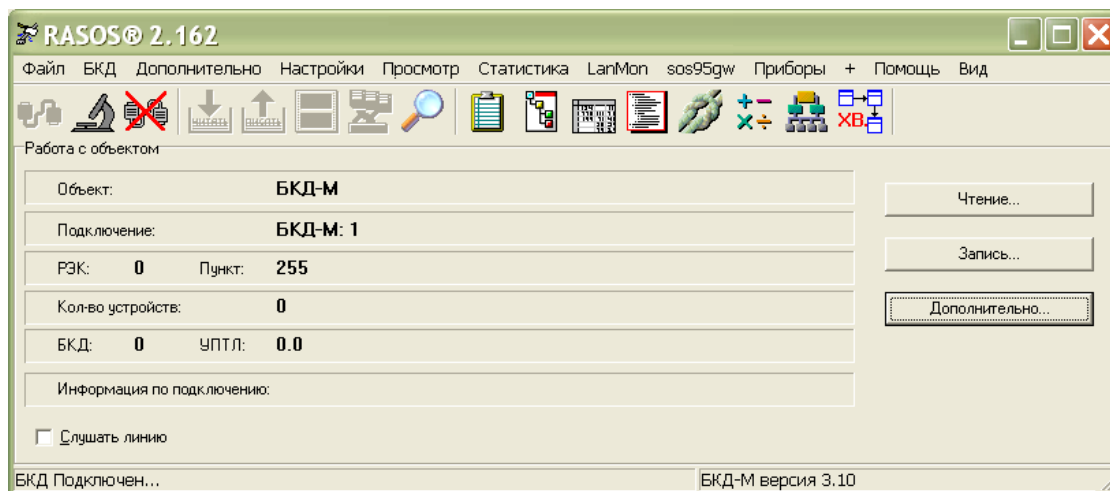

Рисунок 11
4) Выполнить подключение к блоку командой «БКД \ Подключение». Откроется окно, в котором будет указано «БКД-подключен» (рисунок 11).